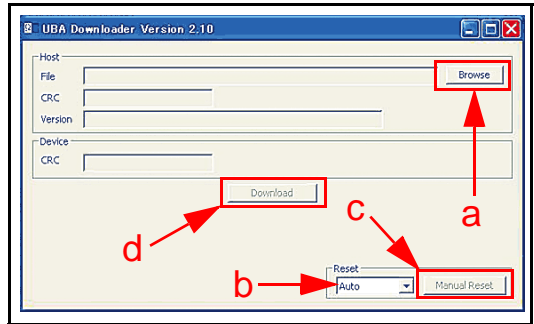
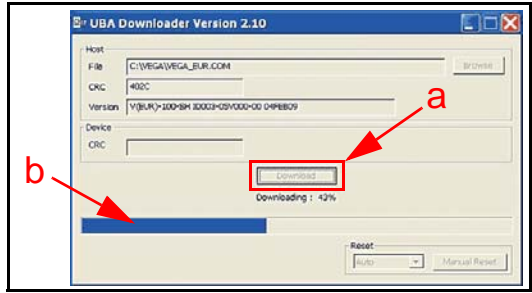

Figura 8 Pantalla del gestor de descargas del UBA
Figura 10 Pantalla de la barra de progreso del gestor de descargas del UBA
Aparecerá la pantalla de instalación del programa que se muestra en la Figura 8.
6. Haga clic con el mouse en el botón “Browse” (Buscar) de la pantalla (consulte la Figura 8 a) y seleccione el software del VEGA deseado para descargar en la memoria flash del VEGA.
8. Cuando vuelva a aparecer la pantalla del (descargador del UBA), haga clic con el mouse en el botón central “Download” (Descargar) de la pantalla (consulte la Figura 8 d) para comenzar la descarga del software en la memoria flash del VEGA (consulte la Figura 10 a). La pantalla de descarga mostrará una barra de progreso durante el proceso de descarga (consulte la Figura 10 b).
NOTA: Si la palabra “Manual” aparece en el menú desplegable “Reset” (Reinicio) (consulte la Figura 8 b), la luz LED del panel frontal será **azul**. En este caso, vuelva al estado de inicio presionando el botón adyacente de la pantalla “Manual reset” (Reinicio manual) (consulte la Figura 8 c), ubicado a la derecha del menú desplegable (la luz LED del panel frontal titilará en **verde**).